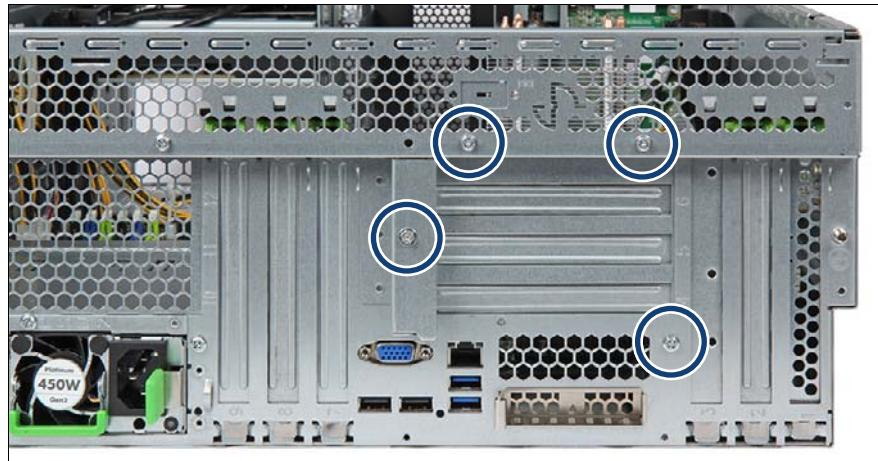

図 48: ライザーモジュールの取り付け - ライザーモジュールの例 1
- ▶ 背面の 4 本のネジを取り外します（図 48 の丸で囲んだ部分を参照）。